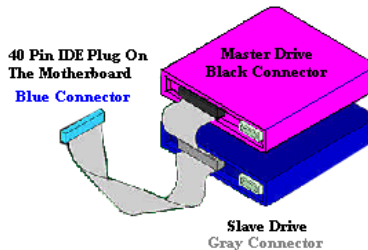

図 2-10 ATA/66 ケーブルの接続方法
- 黒いコネクタをマスターハードドライブ上の相当するプラグに接続します。次に、グレーのコネクタをスレーブドライブ(セカンダリハードドライブ、CD ROM、テープドライブなど)上の相当するプラグに接続します。図 2-10 を参照してください。